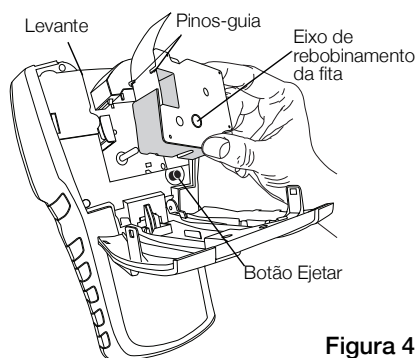

Figura 4
- 2 Pressione o botão para ejetar o cartucho. Consulte a Figura 4. O cartucho de etiquetas é erguido da impressora.